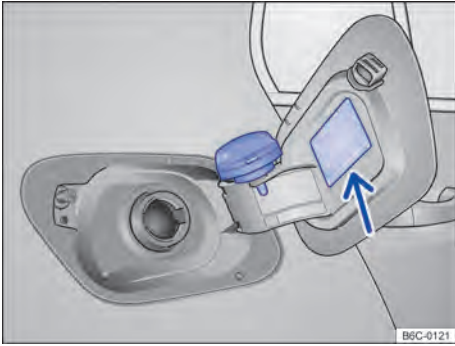

Fig. 152 Portezuela del depósito de combustible abierta con el tapón de cierre del depósito de combustible colgado.
- Retirar la tapa del depósito girándola en sentido antihorario y encajarla en el soporte de la portezuela del depósito → fig. 152.